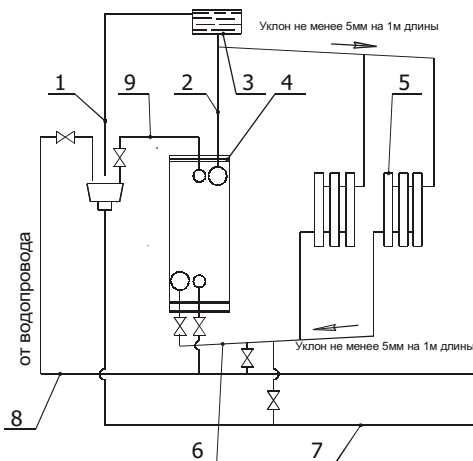
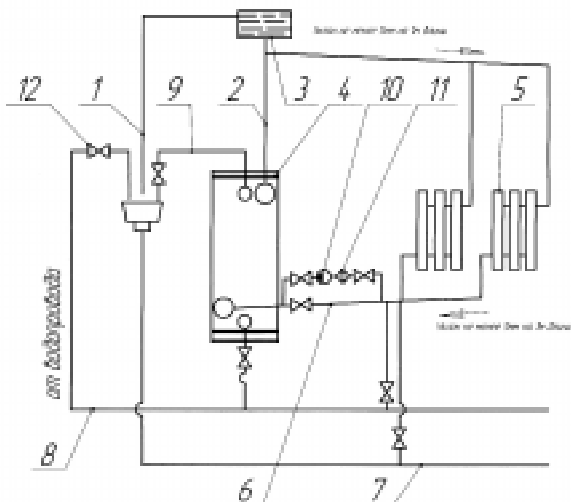
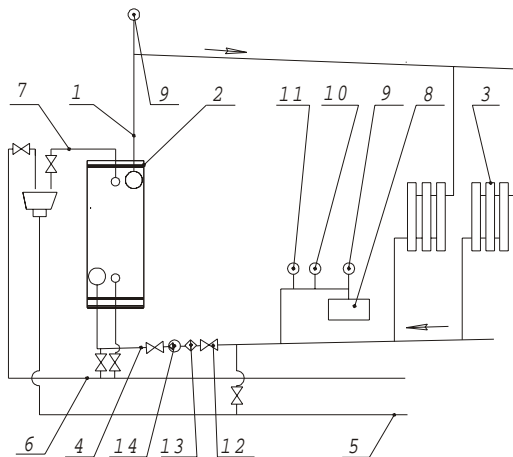

Рис. 4. Примерная открытая схема системы отопления:
Рис. 5. Примерная открытая схема системы отопления с использованием насоса:
Рис. 6. Примерная закрытая схема системы отопления:
При кратковременном расходе горячей воды или расходе до 6 л/мин, протекающая через змеевик 16 вода нагревается без нарушения работы отопительной системы (кран трубопровода обратной воды 6 (рис. 4, 5) п.4 (рис.6) не перекрывать в отопительный сезон).
-отключить систему отопления, перекрыв кран трубопровода обратной воды 6 (рис. 4, 5), п.4 (рис. 6)
6.4. Подключить аппарат к системе отопления можно слева и справа, т. к. штуцера расположены на задней стенке. Примерная открытая схема системы отопления изображена на рис.4. Для улучшения работы аппарата рекомендуем устанавливать циркуляционный насос в систему отопления. Примерная открытая схема с принудительной циркуляцией воды изображена на рис.5, примерная закрытая схема системы отопления изображена на рис. 6.
7.1. Для включения аппарата произвести следующие операции: заполнить аппарат и систему отопления водой - это контролируется появлением воды из сигнальной трубы открытой системы отопления (см. рис. 4), при закрытой системе отопления появлением воды из автоматического клапана выпуска воздуха (рис.6) закрыть кран на водопроводе;
- чистка фильтра воды (п. 11 рис. 5);